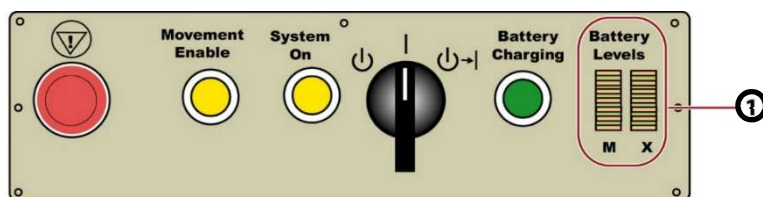

Figura 1
Spie del livello della batteria: sul pannello di controllo dell'alimentazione IAS mostrato in figura 1, entrambe colonne delle spie LED gialle (①) indicano i livelli della serie di batterie del motore (M) e della serie di batterie dei raggi X (X). Vedere "Spie del livello di carica della batteria" nel manuale per l'operatore per ulteriori informazioni sui livelli di carica delle batterie rappresentati dai LED a scorrimento. Vedere "Controllo delle prestazioni effettuato dall'utente" nel manuale per l'operatore per garantire il corretto funzionamento dell'apparecchiatura.